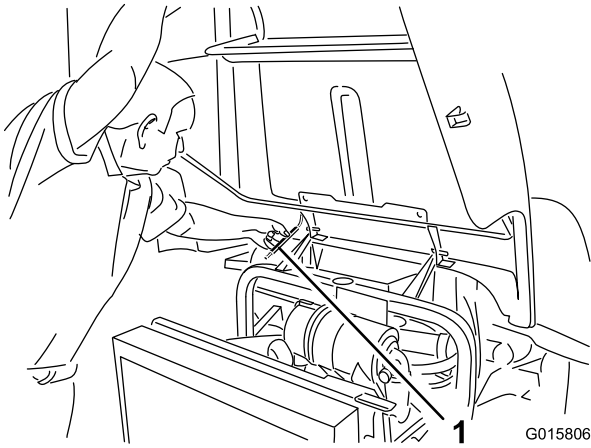

Bild 32
2. Heben Sie die Motorhaube an, bis die Stange hinter dem Rahmenrohr positioniert werden kann (Bild 32).